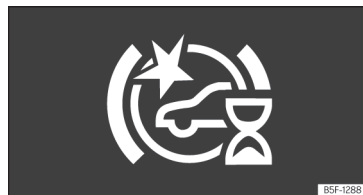

Abb. 177 Am Bildschirm des Kombi-Instruments: Anzeige der ersten Selbstkalibrierung des Systems.
- In den ersten Momenten nach dem Einschalten der Zündung, aufgrund der ersten Selbstkalibrierung des Systems. Während dieser Phase wird die folgende Anzeige auf dem Bildschirm des Kombi-Instruments eingeblendet »» **Abb. 177.**
Der Front Assist wird bei eingeschalteter Zündung aktiviert. Beim Einschalten des Fahrzeugs ist Front Assist möglicherweise für kurze Zeit nicht verfügbar, während das System startet. Während dieser Zeit wird das folgende Symbol auf dem Bildschirm des Kombi-Instruments angezeigt »» **Abb. 177**.